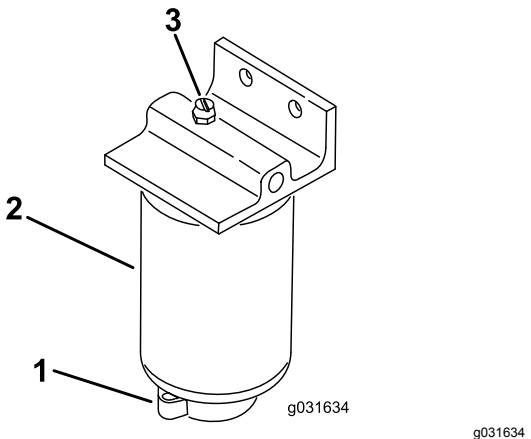

Рисунок 51
- Ослабьте сливной кран в днище фильтра (Рисунок 51).
- Очистите область креплений фильтра (Рисунок 51).